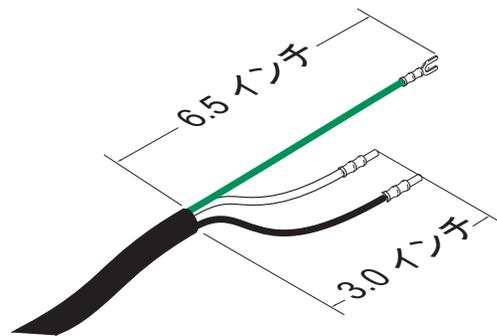

図 8: 電源コード
- 必要に応じてフェールールを追加します。以下を参照してください: 図 8.